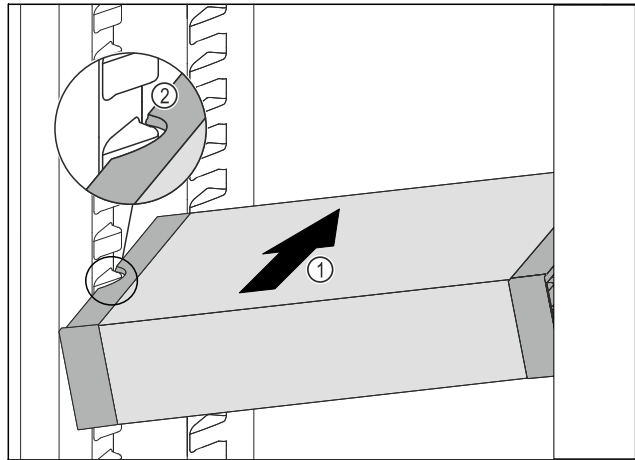

Fig. 161
- ▶ Вдвигайте VarioSafe под наклоном в холодильное отделение Fig. 161 (1), пока боковые выемки Fig. 161 (2) VarioSafe не окажутся на высоте выступа резервуара в холодильном отделении.